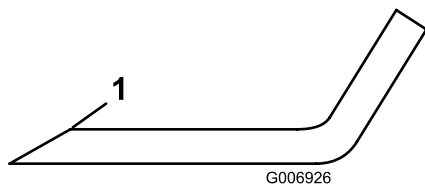

図 18
5. 全部のブレードの切っ先を丁寧に点検する。切っ先が鈍くなっていたり欠けていたりした場合には研磨する。研磨は刃先の上面だけに行い、刃の元々の角度を変えずに刃先を鋭利にする【図 18】。
6. 刃先に摩耗や欠けがある場合には研磨するが、研磨は刃先の上面だけに行い、刃の元々の角度を変えないように十分注意する【図 18】。